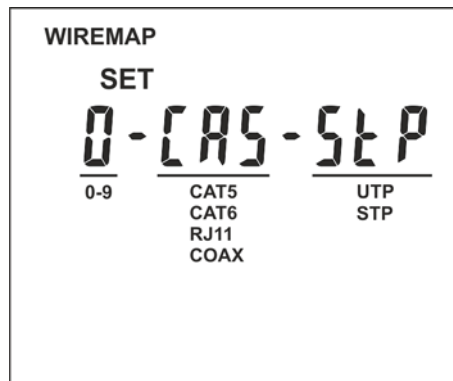

Abb. 5: Einstellung des Kabeltyps
3. Drücken Sie die Pfeiltasten **←** oder **→** bis die Bildschirmseite in der Abb. 5 – linke Seite erscheint.